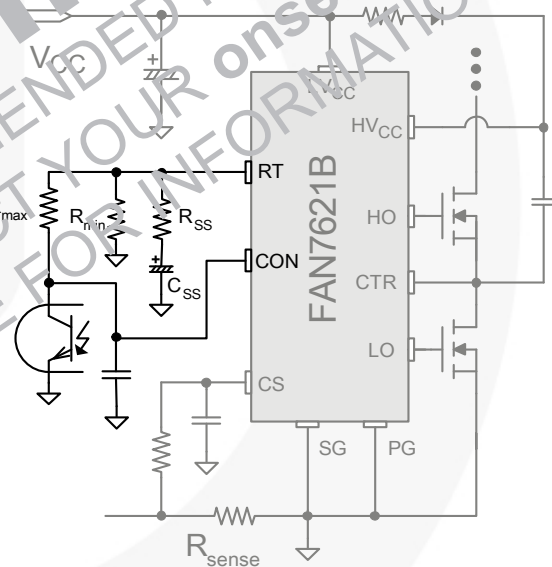

图 19. 频率控制电路
3. 频率设置: 图 18 显示谐振转换器的典型电压增益曲线，其中增益与 ZVS 区中的开关频率成反比。输出电压可通过调制开关频率来调节。图 19 显示 R_T 引脚的典型电路配置，其中光电耦合器电阻连接至 R_T 引脚以调制开关频率。